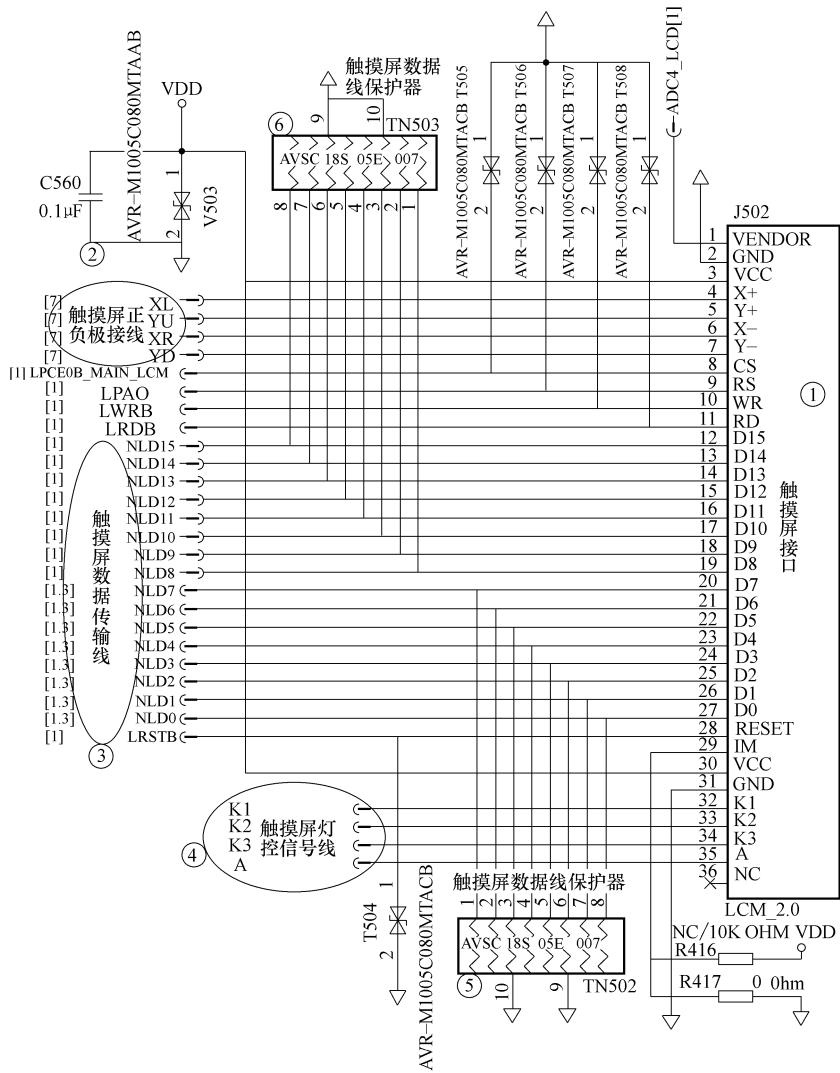

图 4-47 手机触摸屏的电路原理图
如图 4-47 所示，为手机触摸屏的电路的原理图。
1) 电路中元器件的作用及其英文符号的含义。图 4-47 中，①是触摸屏的接口 IC，它有 36 个引脚。下面我们来具体了解每一个引脚的英文符号含义及其功能作用。
2) 手机触摸屏电路的工作原理。为了能更透彻地分析触摸屏电路的工作原理，我们在图 4-47 的基础上还需联系图 4-48 所示的电路。
下面，我们来具体分析图 4-47 与图 4-48 的联系，从中就可以详细了解触摸屏的电路工作原理。
这里主要是看它的 2 脚、3 脚、4 脚、5 脚的 X 轴、Y 轴的矩阵信号，送到图 4-47 中触摸屏控制接口的 4 脚、5 脚、6 脚、7 脚，再到触摸屏，主要是用它来控制触摸屏上下、左右的坐标位置，实现触摸屏手写输入的位置控制。
图 4-48 中的⑤为触摸接口的背光灯控制 IC，它的 7 脚、2 脚、4 脚是该 IC 的供电，1 脚、3 脚是它的启动控制信号，该灯控 IC 在满足供电和启动控制的作用下，即可工作，从 6 脚、14 脚、15 脚、16 脚输出灯控信号，到图 4-47 中触摸屏接口 J502 的 32 脚、33 脚、34 脚、35 脚，再送到触摸板，显示灯光。如果有其中一条线断，都将导致触摸屏有显示，但不能看见其显示内容。